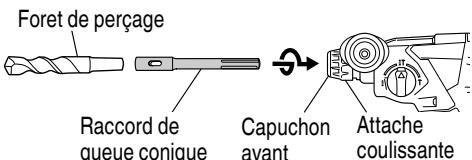
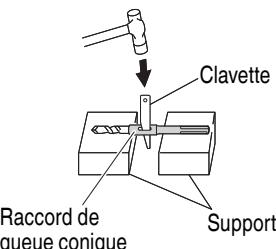

Fig. 23
Fig. 24
- (1) Monter le raccord de queue conique sur le perforateur percussion (Fig. 23)
- (2) Fixer la mèche (queue conique) sur le raccord de queue conique. (Fig. 23)
- (3) Mettre l'interrupteur sur la position de marche (ON) et percer un trou de la profondeur voulue.
- (4) Pour retirer le foret de perçage (queue conique), introduire la clavette dans la fente du raccord de queue conique et frapper la tête de la clavette avec un marteau s'appuyant sur le reste (Fig. 24).